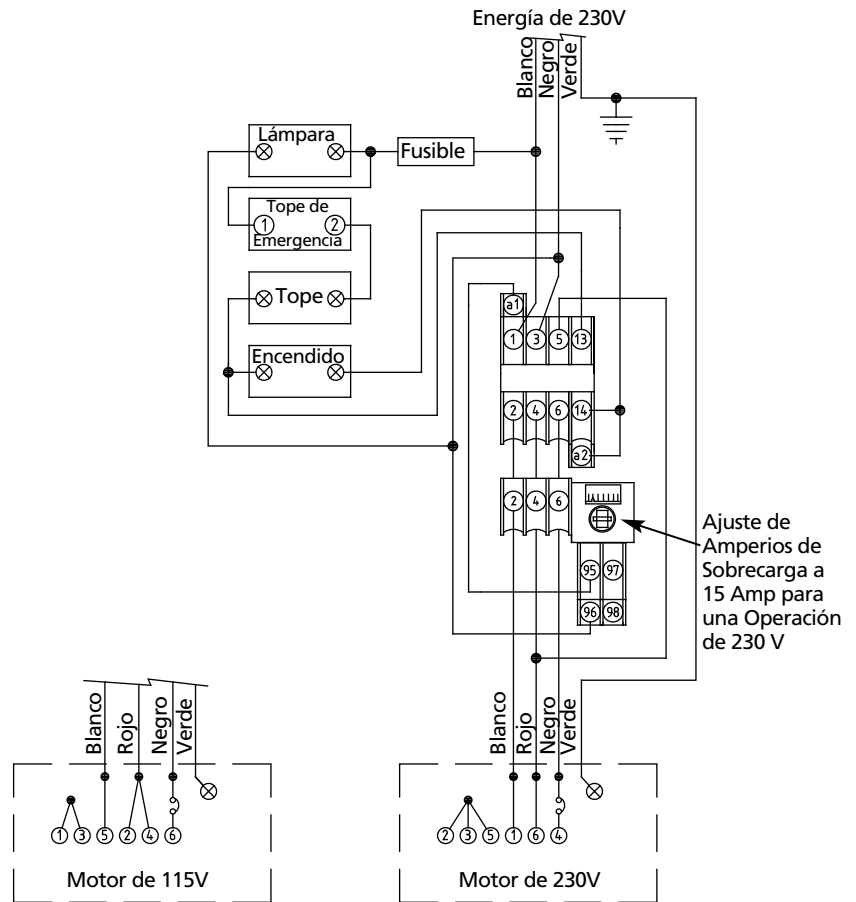

Figura 3 – Diagrama del Cableado
Consulte la Figura 3.
- Cambie el cableado del motor a 115 voltios. Consulte la Figura 3 en la placa de identificación del motor.